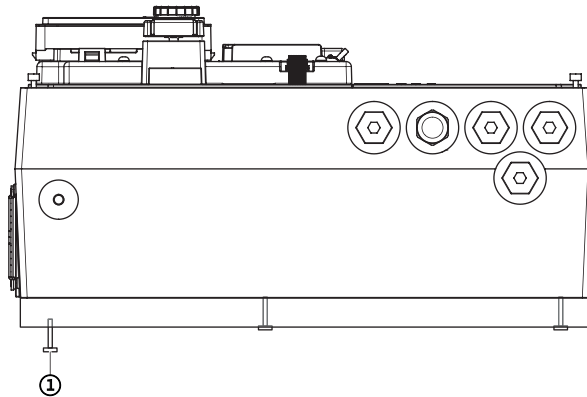

Fig. 116: Lossa adapterplattan
6. Lossa skruvarna på adapterplattan på elektronikmodulens undersida (Fig. 116, pos. 1).